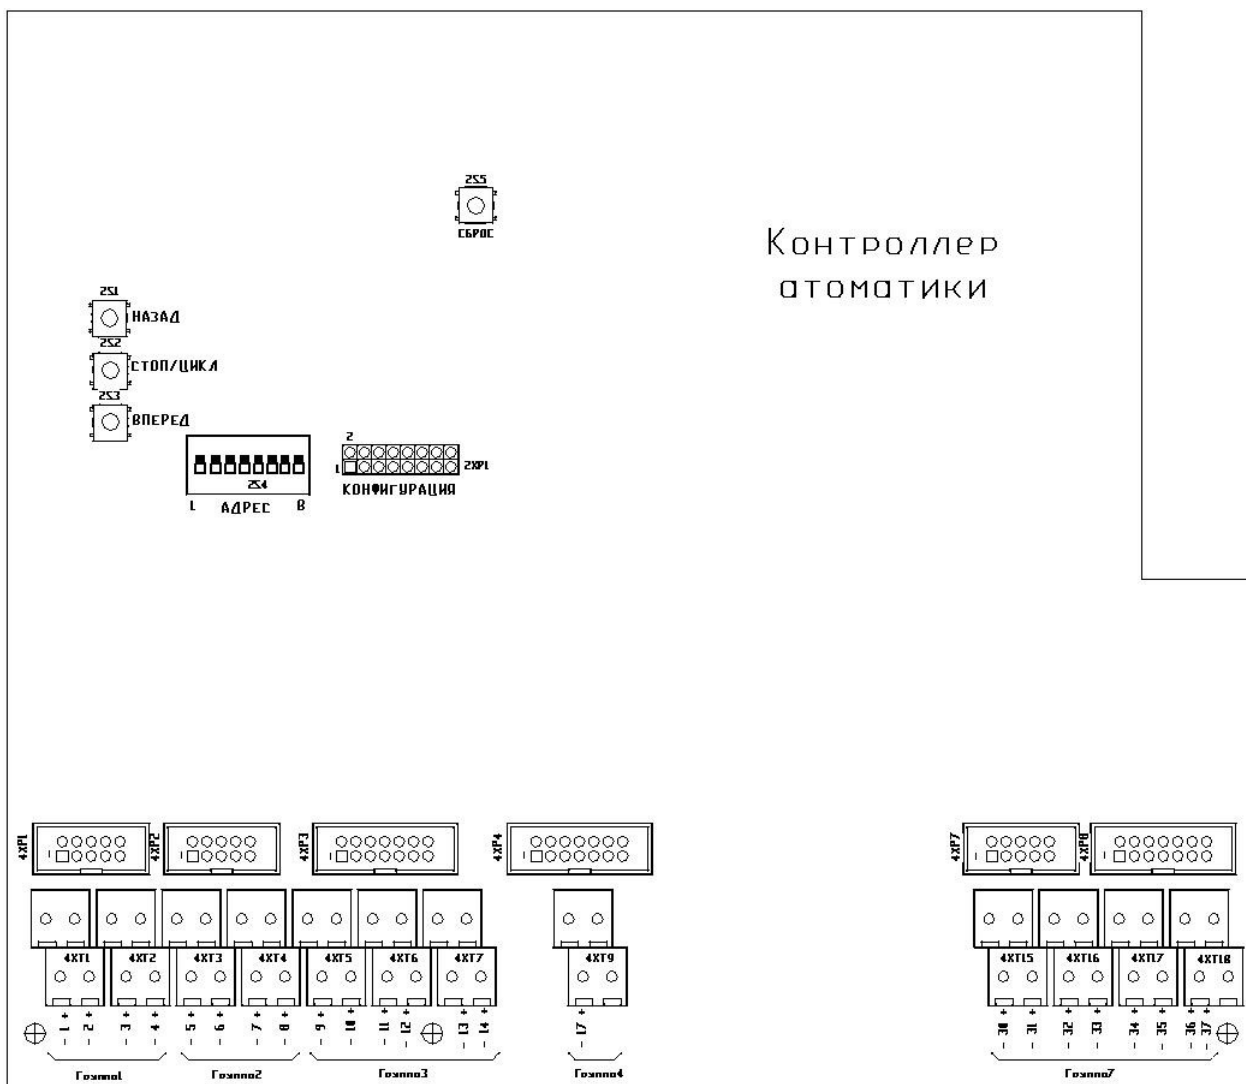

Рисунок 3.5. Плата контроллера автоматики «БУНС-Н3»
БУНС является адресуемым прибором. В приборе предусмотрена механическая установка адреса с помощью DIP-переключателя «Адрес» (2S4), установленного на плате контроллера автоматики (см. рисунок 3.5). Для работы БУНС в составе приборов серии «Посейдон-Н» используются адреса с 1 по 60. Положение переключателей приведено в таблице Приложения А.
3.6 На плате контроллера автоматики (A1) установлены (см. рисунок 3.5):
4.2.2 Технологические органы управления расположены на плате контроллера автоматики (см. рисунок 3.5) – кнопка 2S5, восьмипозиционный DIP-переключатель 2S4 и разъем 2XP1 из 16 контактов для установки перемычек. Назначение технологических органов управления показано в таблице 4.3.
БУНС имеет 23 входных шлейфа с контролем исправности цепи для подключения агрегатов насосной станции. Клеммные колодки для подключения входных шлейфов расположены на плате контроллера автоматики (см. рисунок 3.5).